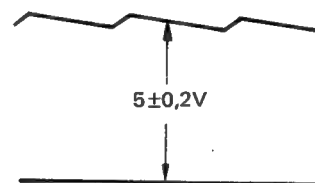

Abb. 8-9
2. Mit einem Oszilloskop (Selbsttriggerung) TP3 beobachten, R740 so einstellen, daß die in Abb. 8-9 gegebenen Anforderungen erfüllt werden.